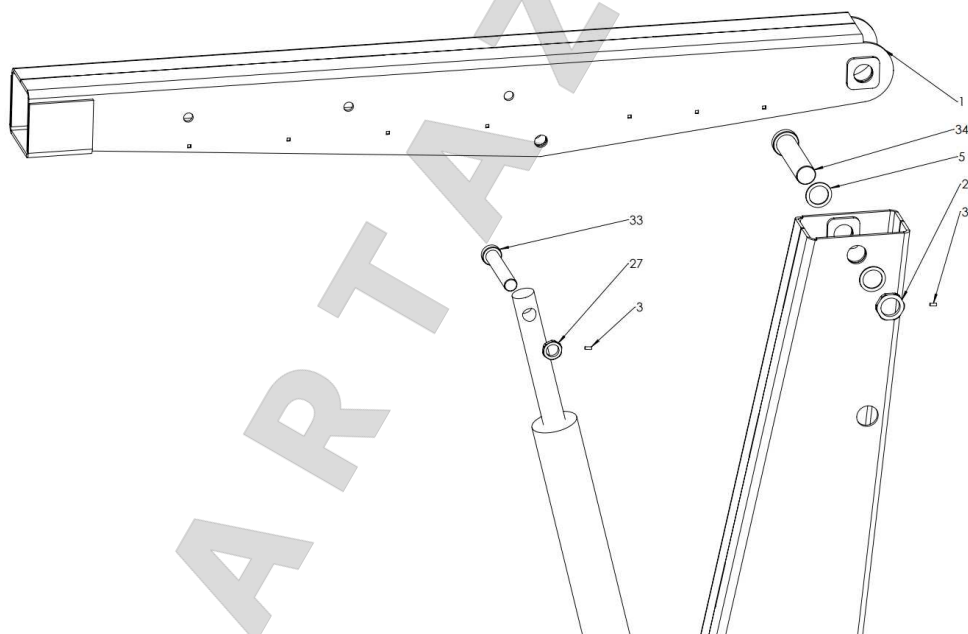

Рисунок 10 – сборка изделия (шаг 5).
Установите стрелу 1 (1) см. рис. 10, совместите проушины стрелы 1 с отверстиями башни, в отверстие стрелы 1 установите болт (34), установите проставочное кольцо (5) между стрелой и башней с двух сторон, после установки болта закрутите на него гайку (2) до упора и затяните установочный винт. Придерживая стрелу, совместите отверстие в штоке цилиндра и отверстие в стреле и зафиксируйте их болтом крепления (33) закрутите гайку (27) до упора и затяните установочный винт.